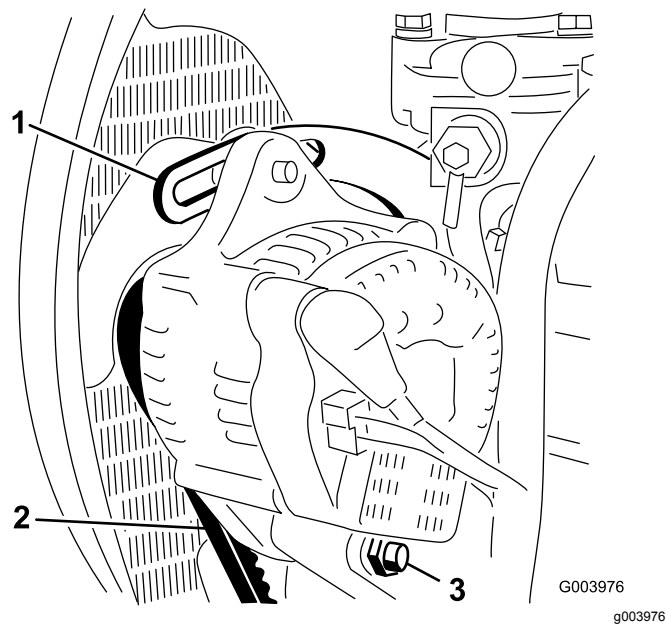

Figure 65
2. Contrôlez la tension de la courroie d'alternateur (**Figure 65**) en exerçant une force de 10 kg à mi-distance entre les poulies d'alternateur et de vilebrequin.
3. Desserrez le boulon de fixation du renfort au moteur (**Figure 65**), le boulon de fixation de l'alternateur au renfort et le boulon de pivot.